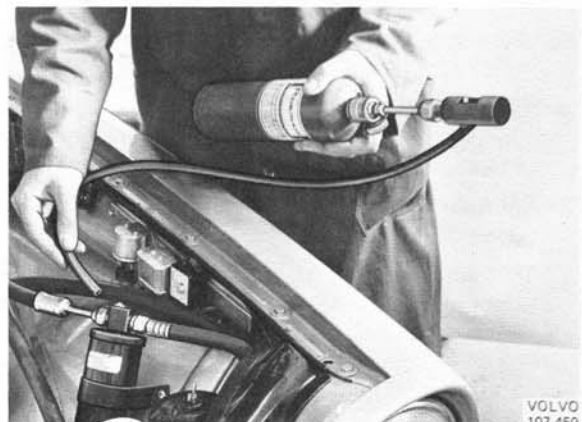

Abb. 91 Dichtheitsprüfung mit Gasspürgerät
4. Das Gasspürgerät, den sog. „Leck-Detektor“, entzünden und mit diesem sämtliche Verschraubungen der Anlage auf evtl. Lecks überprüfen. Bei der Prüfung wird das offene Schlauchende des Leck-Detektors über die Verschraubung geführt (Abb. 91). Sobald eine Verschraubung undicht ist, färbt sich die Flamme an der Düse des Detektors blaugrün.